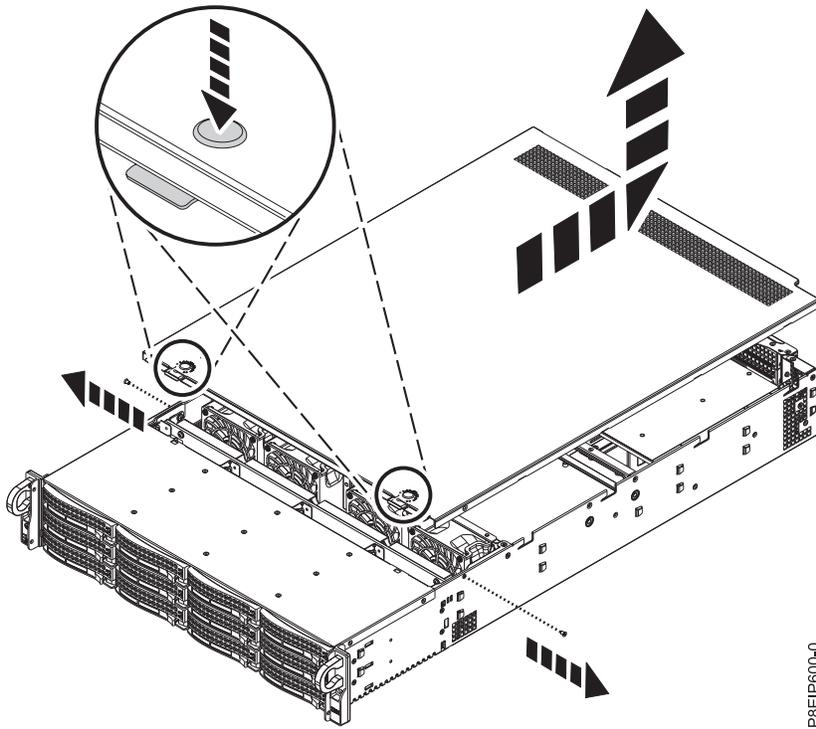

Figure 72. Déverrouillage et ouverture du capot
3. Appuyez sur les deux boutons situés sur le dessus du couvercle pour déverrouiller les loquets, comme indiqué dans la figure 72 et poussez le capot d'environ 0,5 pouces (1 cm) jusqu'à la butée. Si vous ne parvenez pas à appuyer sur les boutons, ôtez partiellement les unités se trouvant sous les boutons.